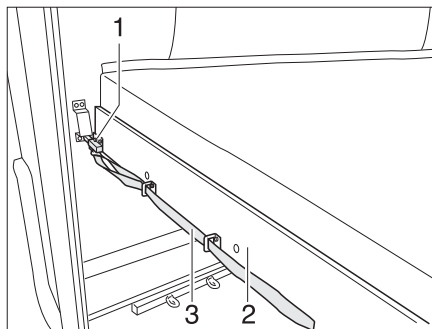

Fig. 123 Litera (parte trasera)
- Tirar del lazo (Fig. 123,3) y soltar el pestillo (Fig. 123,1).
- Tirar el somier (Fig. 123,2) junto con el colchón hacia delante hasta que engatille.